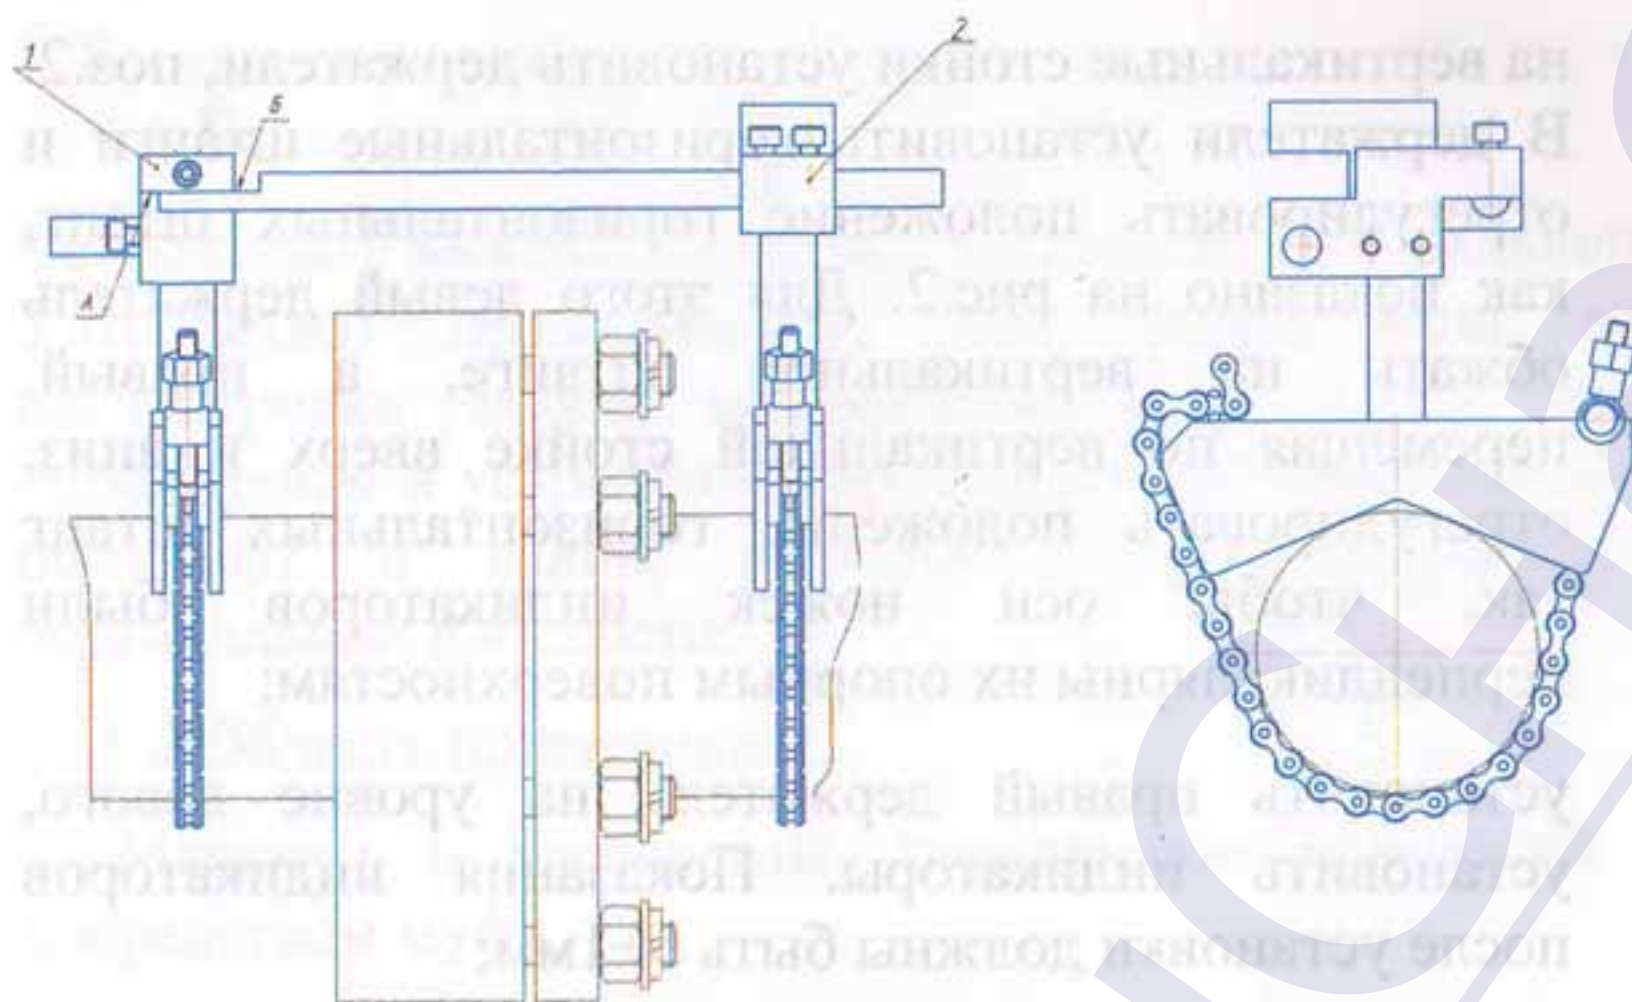

Рис.2
- на вертикальные стойки установить держатели, поз.2. В держатели установить горизонтальные штанги и отрегулировать положение горизонтальных штанг, как показано на рис.2. Для этого левый держатель обжать на вертикальной штанге, а правый, перемещая по вертикальной стойке вверх и вниз, отрегулировать положение горизонтальных штанг так, чтобы оси ножек индикаторов были перпендикулярны их опорным поверхностям;